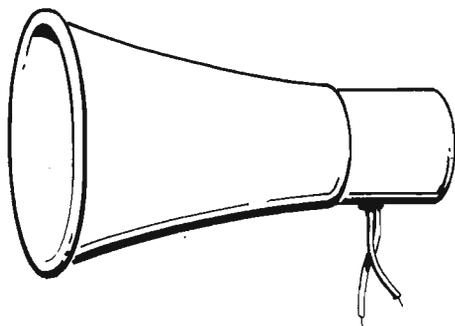

Fig. 7 - Il trasduttore acustico, di tipo a tromba, con diametro di 5 cm  $\times$  10 cm è l'elemento ideale da collegare con l'uscita del progetto di figura 1.
**Fig. 7** - Con questo semplice circuito, da applicare all'uscita dell'inverter, si possono caricare le pile ricaricabili. Il diodo D2 è il modello 1N4004, il potenziometro R3 ha il valore di 100 ohm e serve a regolare l'intensità di corrente di ricarica, che viene segnalata dall'ampmetro A rappresentato da un comune tester.